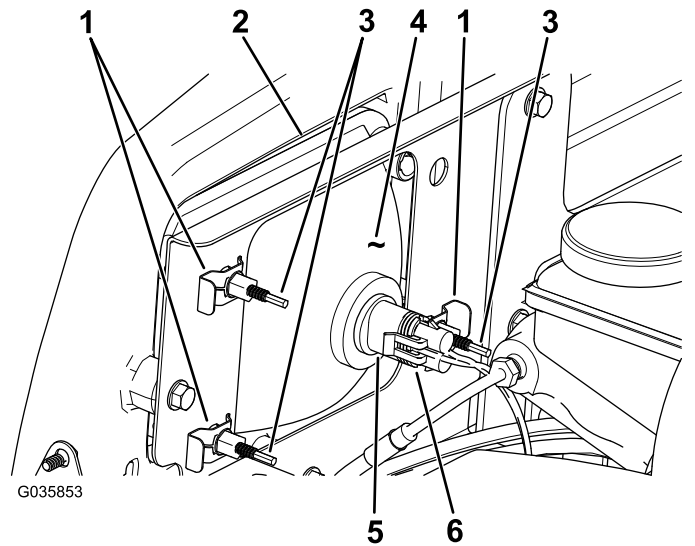

Figura 45
- Desconecte el conector eléctrico del arnés de cables del conector del conjunto de la lámpara (Figura 45).
- Retire los conectores rápidos que sujetan el faro al soporte del faro (Figura 45).
- Retire el faro desplazándolo hacia adelante y pasándolo por el hueco del parachoques delantero (Figura 45).
- Introduzca el faro nuevo a través del hueco del parachoques (Figura 45).
- Conecte el conector eléctrico del arnés de cables al conector del conjunto de la lámpara (Figura 45).
- En la parte trasera del faro, gire los tornillos de ajuste (Figura 45) para pivotar el conjunto y ajustar de la posición del haz de luz.